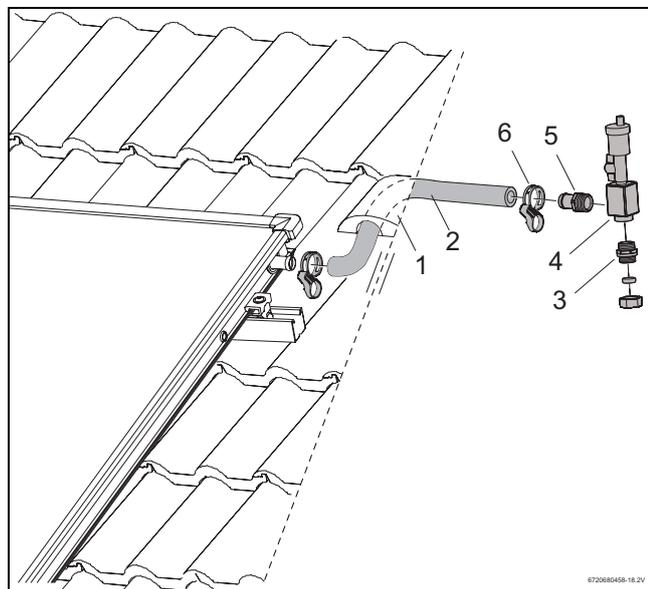

Fig. 51 Applicazione del tubo di connessione all'attacco di mandata
- ▶ Inserire il tubo di gomma per solare (1000 mm, fig. 51, [2]) sull'attacco di mandata del campo di collettori e fissarlo ermeticamente bene con la fascetta stringitubo.
- ▶ Far passare il tubo di gomma per solare insieme al cavo della sonda attraverso la tegola di ventilazione (fig. 51, [1]) e attraverso l'isolamento del tetto.
- ▶ Avvitare il portagomma R^{3/4} con o-ring (fig. 51, [5]) e il nipplo doppio con o-ring (fig. 51, [3]) nel separatore d'aria (fig. 51, [4]).
- ▶ Spingere il portagomma nel tubo di gomma per solare fino all'arresto e fissarlo con la fascetta stringitubo (fig. 51, [6]).
- ▶ Collegare la tubazione di mandata e ritorno al sistema di serraggio con anello (fig. 51, [3]).